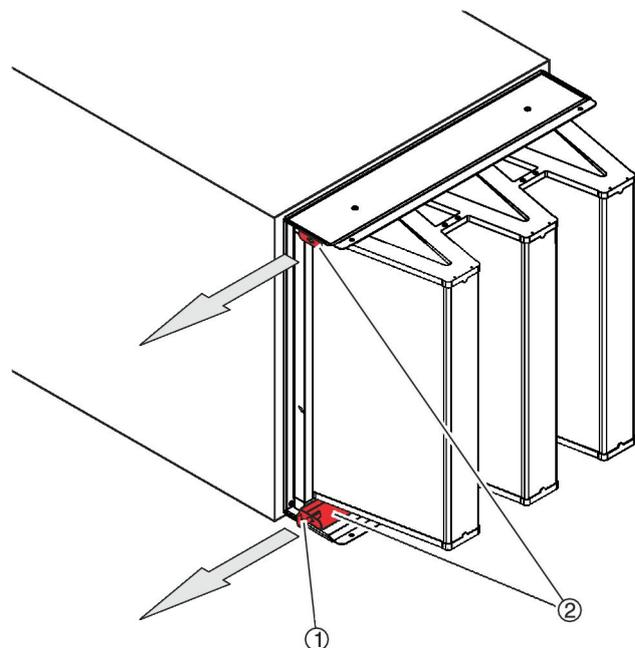

Abb. 58: Spannschienen lösen
4. ▶ Die Spannschienen (Abb. 58 /2) mit Spezialschlüssel (Abb. 58 /1) herausziehen, bis sie anschlagen.